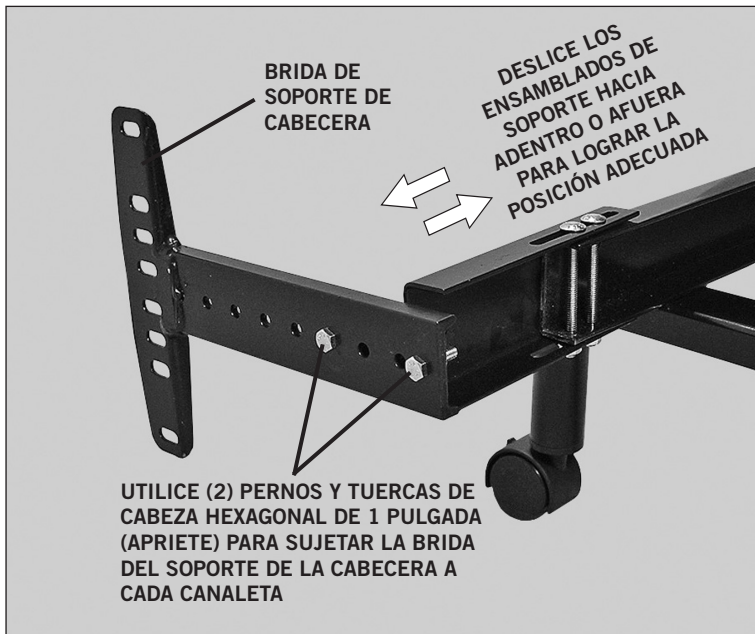

FIGURA 10: Instalación de la brida del soporte de la cabecera (*fije una brida a cada una de las canaletas del soporte de la cabecera*).
- c. Fije una de las bridas del soporte de la cabecera a una de las canaletas con (2) pernos/tuercas de cabeza hexagonal (**FIGURA 10**). Ajuste los pernos. Repita el procedimiento para sujetar la otra brida del soporte de la cabecera.
- d. Deslice los ensamblados del soporte de la cabecera (hacia adentro o hacia afuera) a fin de obtener una distancia entre 1.5 (38.1 mm) y 2 pulgadas (50.8 mm) entre el borde de la base de la cama y los ensamblados de las bridas para el soporte de la cabecera (**FIGURA 10**).